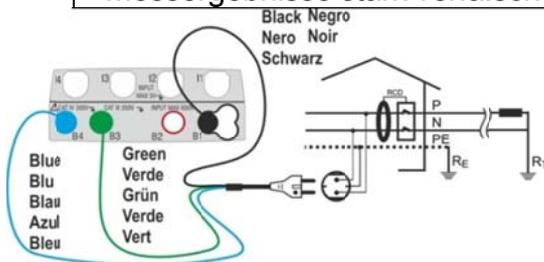
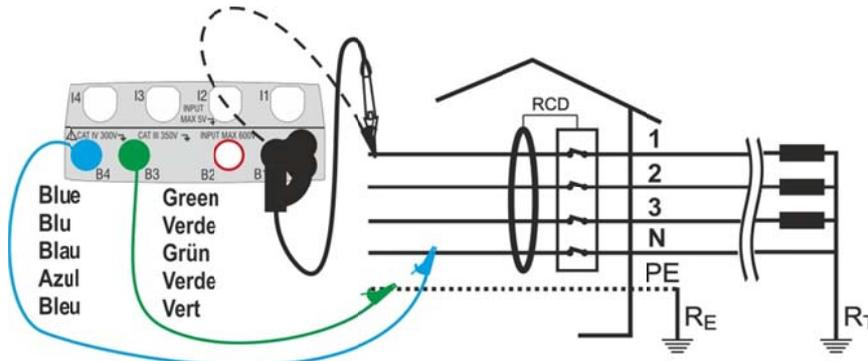
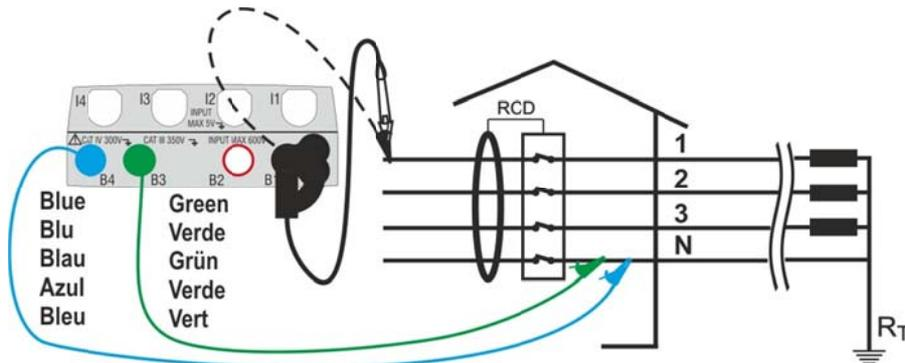
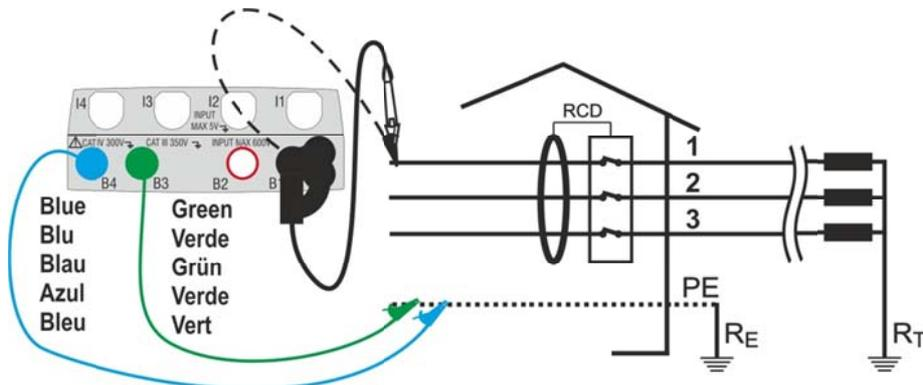

Abb. 10: Geräteanschluss zum einphasigen Test des 230-V mittels 3 Leiter Schukokabel
Abb. 13: Geräteanschluss zum 400V + N + PE dreiphasigen Test des RCD-Schutzschalters mittels Einzelkabeln und Tastkopf
Abb. 14: Geräteanschluss zum 400V + N (no PE) dreiphasigen Test des RCD-Schutzschalters mittels Einzelkabeln und Tastkopf (**nicht für RCD Typ B**)
Abb. 15: Geräteanschluss zum 400V + PE (no N) dreiphasigen Test des RCD-Schutzschalters mittels Einzelkabeln und Tastkopf
8. Führen Sie den grünen, blauen und schwarzen Sicherheitsbananenstecker des dreipoligen Schukokabels in die entsprechenden Eingangsbuchsen B3, B4 und B1 des Messgerätes ein. Alternativ dazu können Sie Einzelkabel verwenden und die entsprechenden Krokodilklemmen an die freien Kabelenden aufstecken. Sie können auch den Tastkopf benutzen, indem Sie dessen mehrpoligen Steckverbinder in die Eingangsbuchse B1 einführen. Verbinden Sie den Schukostecker, die Krokodilklemmen oder den Tastkopf mit der elektrischen Anlage entsprechend Abb. 10, Abb. 12, Abb. 13, Abb. 14 und Abb. 15.